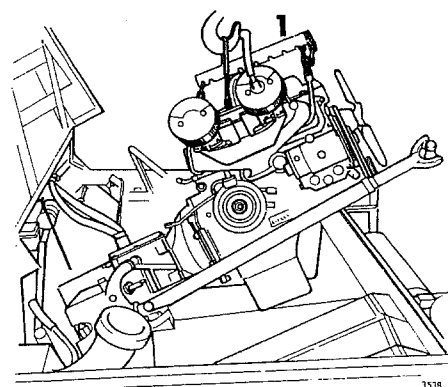

Fig 07-6. Urlyftning av växellåda och motor
1. Lyft ner motorn och växellådan enligt fig 07-6. Lyftningen görs i två steg. Först ner i vagnen med lyftverktyget i näst bakre lyftpunkten. Koppla därefter om lyftverktyget till den bakre lyftpunkten och sänk ner motorn och växellådan på plats.